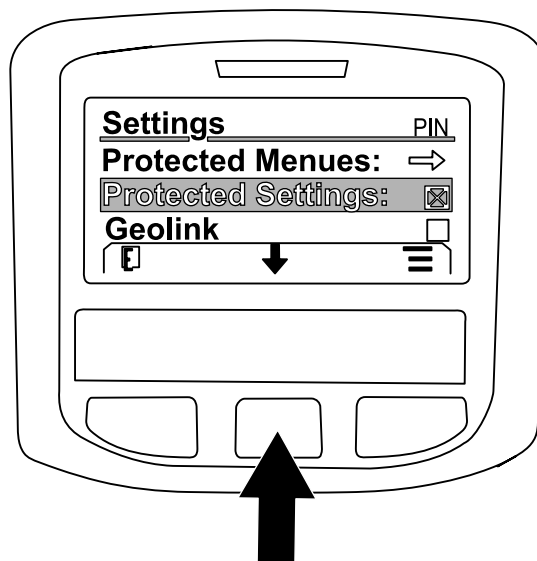

Рисунок 230
7. Нажмите среднюю кнопку, чтобы перейти к позиции GEOLINK, а затем нажмите правую кнопку, чтобы настроить эту позицию (Рисунок 230).